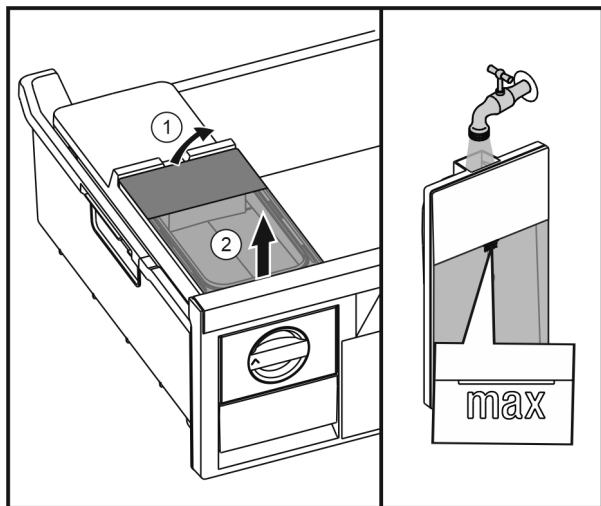

Fig. 38
- ▶ Поднять бак для воды сзади Fig. 38 (1) и извлечь движением вверх Fig. 38 (2).